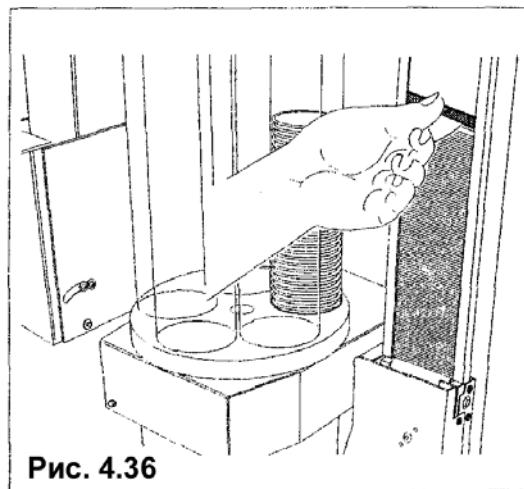

Рис. 4.36
- Проверьте, чтобы ложки не цеплялись, не гнулись и распологались горизонтально (рис. 4.36).